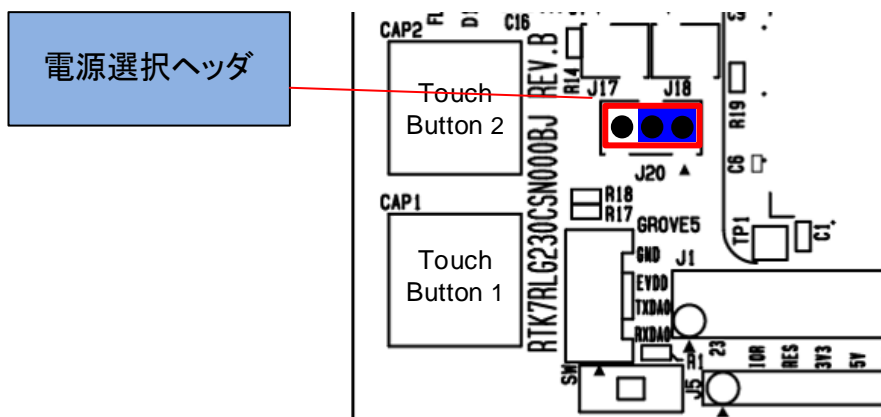

図 5-5: 5V 使用時のヘッド設定(部品面)
- ・ J20 1-2 ショート：5V 電源を選択。出荷時初期設定。(図 5-5)
- ・ J20 2-3 ショート：3.3V 電源を選択。(図 5-5)